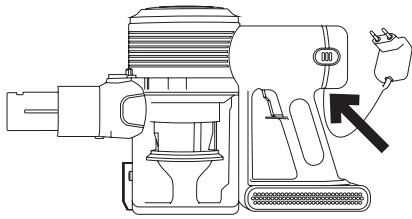

Fig.2
- Poner el aparato en marcha, accionando el botón marcha/paro. (G)
- Seleccionar la velocidad deseada deslizando el dedo por el selector de velocidad (N) (Fig. 2)